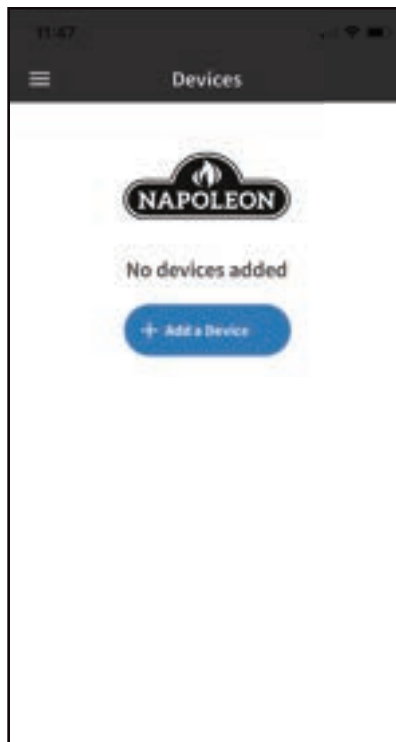

Fig. 3
3. Sélectionnez "Ajouter un appareil" et acceptez les autorisations (**Fig. 3 & 4**).